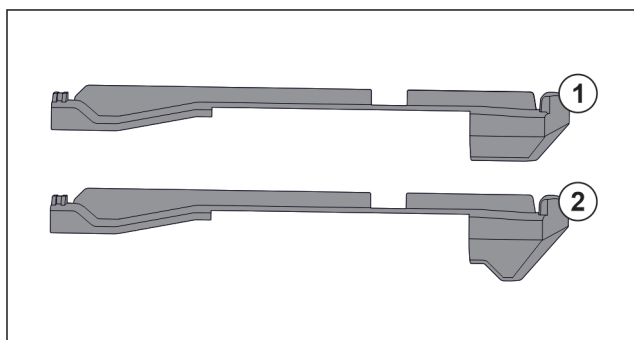

Fig. 83 Сравнение вставных частей
В устройстве находятся две разные вставные части. Вставная часть над самым нижним выдвижным ящиком Fig. 83 (2) имеет треугольную кромку. Все прочие вставные части Fig. 83 (1) имеют прямую кромку.
- ▶ Установите вставную часть Fig. 83 (2) с треугольной кромкой над самым нижним выдвижным ящиком.
- ▶ Установите вставную часть Fig. 83 (1) с прямой кромкой на все прочие места.